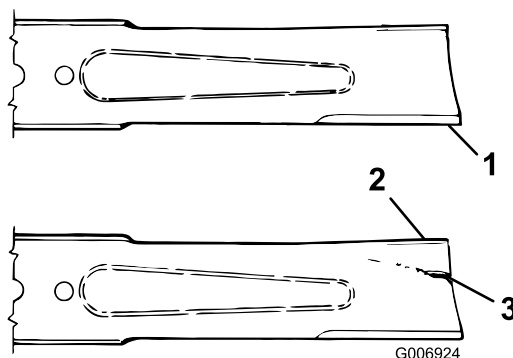

Figura 65
3. Verificare accuratamente i taglienti, con particolare attenzione ai punti d'incontro delle sezioni piana e curva della lama (Figura 65).
4. Se riscontrate segni di usura (Figura 65), sostituire la lama; fate riferimento a Rimozione e montaggio di una lama (pagina 57).